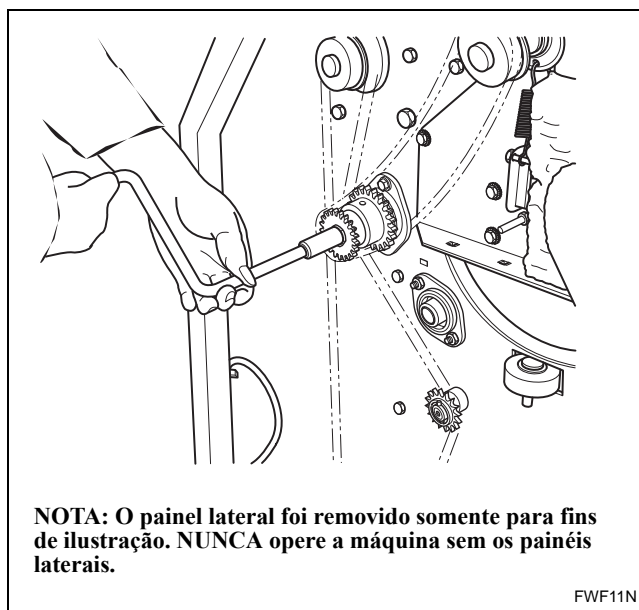

Figura 17
2. Gire a manivela no sentido horário para girar o cilindro. Consulte a *Figura 17*.